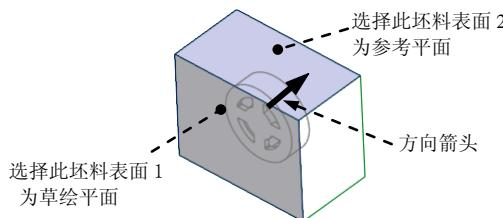

图 18.16 定义草绘平面
(1) 单击**编辑模具体积块**操控板**形状**区域中的[]**拉伸**按钮, 此时系统弹出“拉伸”操控板。
(2) 选择**视图**功能选项卡**模型显示**区域中的“显示样式”按钮[]**显示样**, 按下[]**消隐**按钮, 将模型的显示状态切换到实线线框显示方式。
(3) 定义草绘截面放置属性。在绘图区空白处右击, 从系统弹出的菜单中选择**定义内部草绘...**命令; 选取图18.16所示的坯料表面1为草绘平面, 接受图18.16中默认的箭头方向为草绘视图方向, 然后选取图18.16所示的坯料表面2为参考平面, 方向为[]**上**。单击**草绘**按钮, 进入草绘环境。